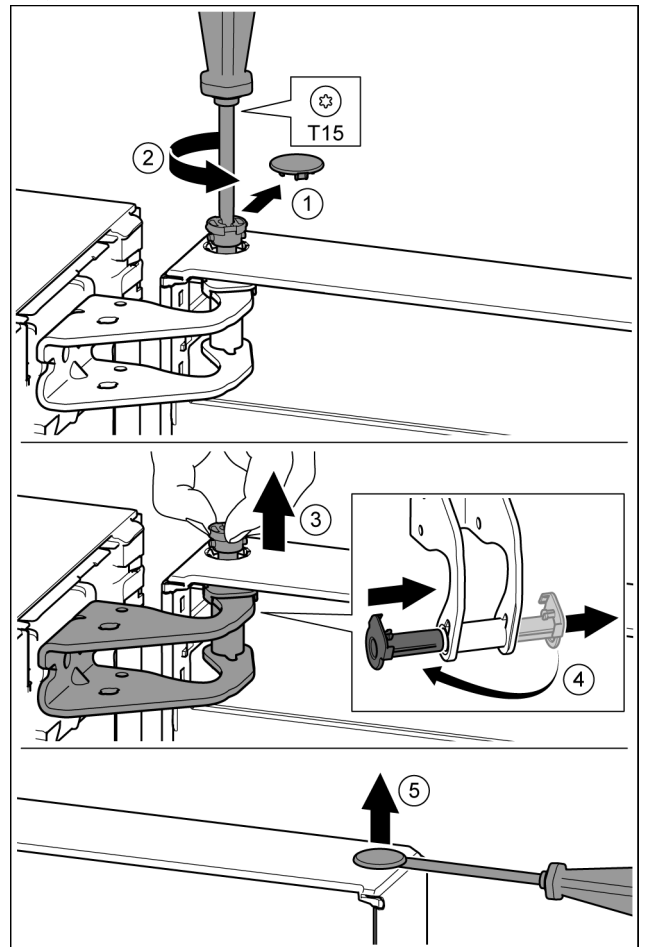

Fig. 12
- ▶ 小心拆下安全盖。 Fig. 12 (1)
- ▶ 用 T15 螺丝刀拧下一枚螺栓。 Fig. 12 (2)
- ▶ 抓紧门并用手指拔出螺栓。 Fig. 12 (3)
- ▶ 将轴衬从导向装置拉出。从另一边装入并卡到位。 Fig. 12 (4)
- ▶ 用带槽螺丝刀小心地从门轴衬上提起堵头并将其拉出。 Fig. 12 (5)